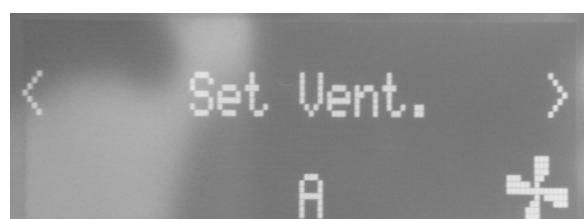

Fig. 11 - Display
- Terminata la fase di accensione la stufa si pone in modalità di lavoro visualizzando la potenza calorica selezionata, la temperatura ambiente e la **fiamma grande** (vedi **Fig. 11**).